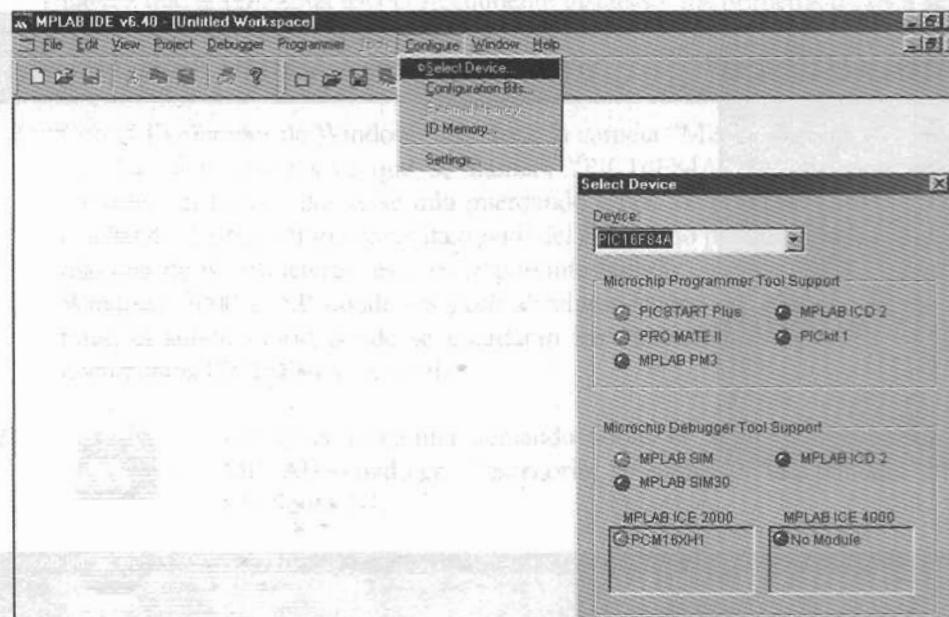

Figura 7-3 Selección del microcontrolador
- 3º Elegir el tipo de microcontrolador. Para ello acceder al menú *Configure > Select Device* y seleccionar *PIC16F84A*, tal como se muestra en la figura 7-3.